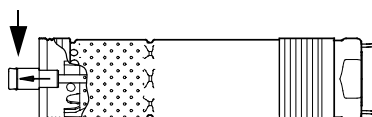

Fig. 5
2. Træk pumpeakselen ud til den position, som er vist i fig. 5.